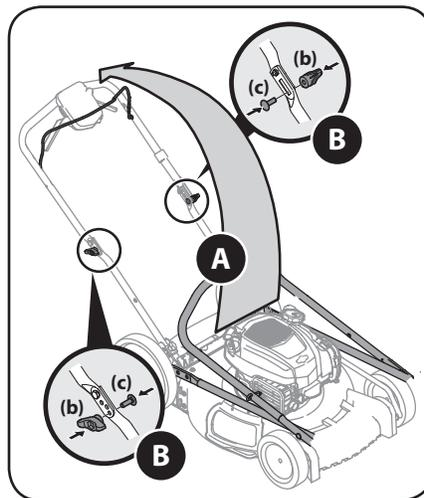

Figure 2-2
4. Soulevez doucement la partie supérieure du guidon et pivotez-le à sa position de fonctionnement comme indiqué à la Figure 2-2. Assurez-vous que la partie inférieure du guidon est insérée solidement dans les supports de poignée.
5. Insérez les écrous papillon (a) et les boulons de carrosserie (b) retirés à l'étape 2 dans les trous inférieurs du guidon. Voir Figure 2-2.